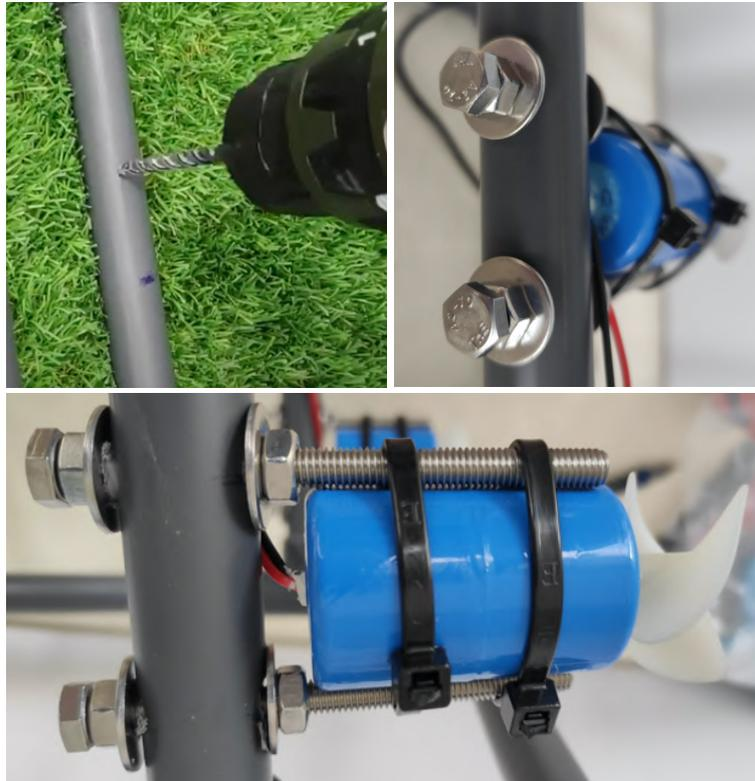

Figura 21 - Processo de fixação dos motores ao chassi do ROV.
1. Fazer dois furos em cada tubo vertical com uma distância entre eles que permita encaixar os parafusos que serão usados para prender os motores como se pode observar na Figura 21;